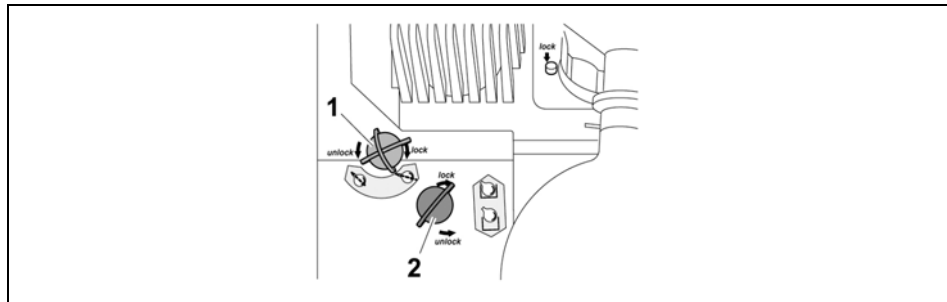

Figura 4-11: *Inclinazione / Profondità di immersione del pallone di evaporazione*
- Ruotare la manopola nera (Figura 4-11 (2)) in senso antiorario, in direzione **unlock**.